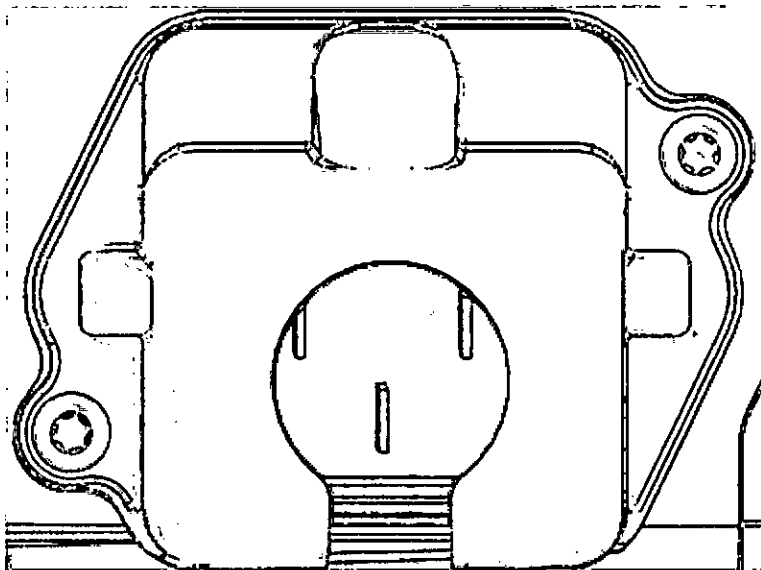

Figura 3-5 Cubierta de entrada del monitor avanzado HemosSphere: ubicaciones de los tornillos
- 1 En ese caso, retire los dos tornillos (figura 3-5) que sujetan la cubierta de entrada del cable de alimentación en el panel trasero del monitor.